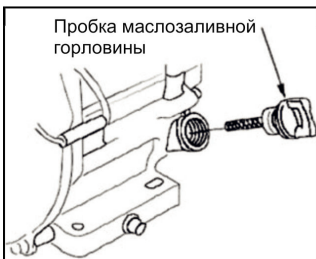

Рис. 12
2. Выкрутите пробку маслосливной горловины (Рис. 12);
1. Выкрутите пробку маслозаливной горловины (Рис. 12);